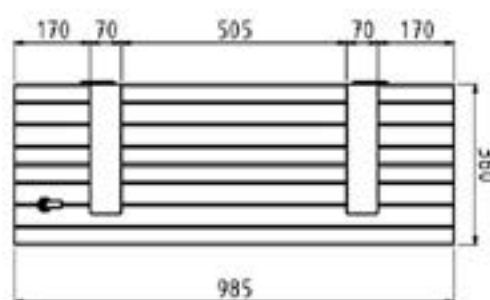

Abbildung 26 – Montage des Lattenrostes mit Verriegelung
- Befestigen Sie den Blechaufsatz mit 2 Sechskantschrauben 6 × 20 aus A2-Edelstahl (Beutel D) an der vertikalen Seite der Strebe (*Abbildung 26*), etwa 20 mm von der Oberseite der Strebe entfernt und derart, dass der Nocken beim Verriegeln unter der Rückführung des Blechaufsatzes positioniert wird.